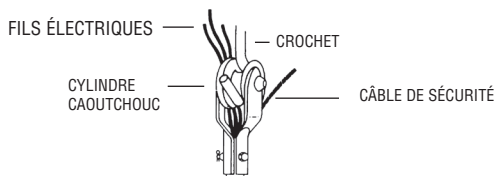
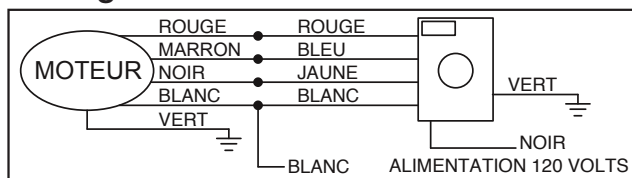

Figure 2
Figure 5
- Faites glisser le chapeau de couverture supérieur (B) en forme de cloche en le remontant sur la tige. Faites aussi glisser le chapeau de couverture inférieur (C) vers le haut de la tige.
- Passer les 5 fils et le câble de sécurité au travers du trou central de la manille acier de connexion au-dessus du moteur (A), puis continuer de passer fils et câble au travers de la tige creuse de suspension jusqu'à ce qu'ils ressortent par l'extrémité de manille supérieure.
**CONSEIL :** Le câble de sécurité doit être fixé sur un côté de la manille avec de la bande adhésive d'électricien pour l'empêcher de reposer sur le dessus du moteur durant le fonctionnement (voir la Figure 2).
- Faites glisser le chapeau inférieur (C) vers le bas pour être à au moins 6,35 mm au-dessus du moteur.
- Fixez les trois lames, leur côté incurvé en dessous vers le moteur, avec la cale d'isolation montée entre pale et ventilateur. Assurez-vous que le support de pale est à plat contre la plate-forme de moteur quand vous serrez les écrous de pales pour une bonne fixation (voir la Figure 5).
**IMPORTANT CONSEIL :** Il est important de remarquer la bonne position d'installation des serre-câbles comme illustré en Figure 5. Pour obtenir la meilleure force de maintien, installez la section étriée de l'attache en fin de câble ou sur sa petite partie, en chevauchant le grand morceau du câble. Une installation incorrecte réduit l'efficacité du raccordement jusqu'à 40%.